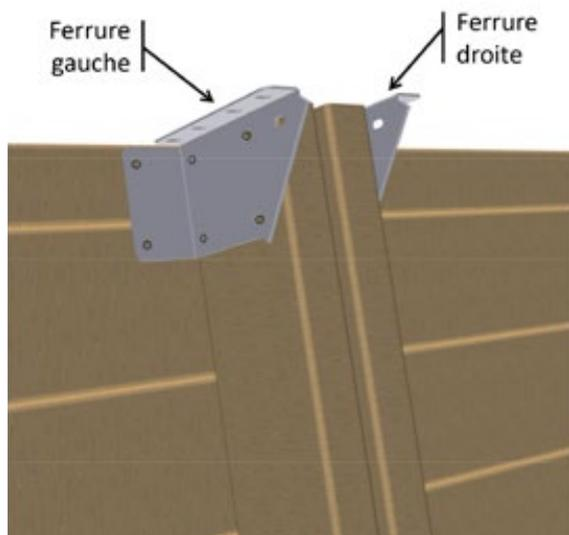

Figure 18 – Mise en place des ferrures en haut des jambes de force
- En haut des jambes de force, mettez en place quatre ferrures « droite » et quatre ferrures « gauche » du kit « éléments de fixation » selon la **Figure 18**. Utilisez 6 vis penture torx 6 × 20 en inox A2 (sachet G) par ferrure, soit un total de 48 vis.